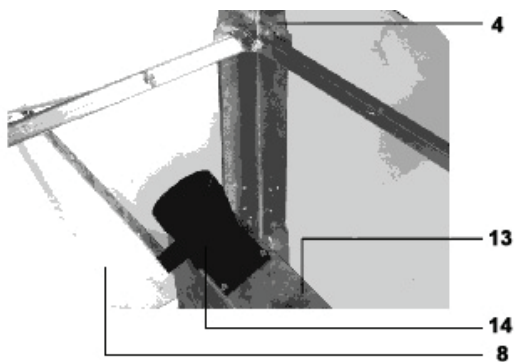

Fig. 8
- Prendere quattro viti con testa esagonale M4x12 e quattro rondelle M4 e montare la parte 14 sulla parte 13 (vedi fig. 8).